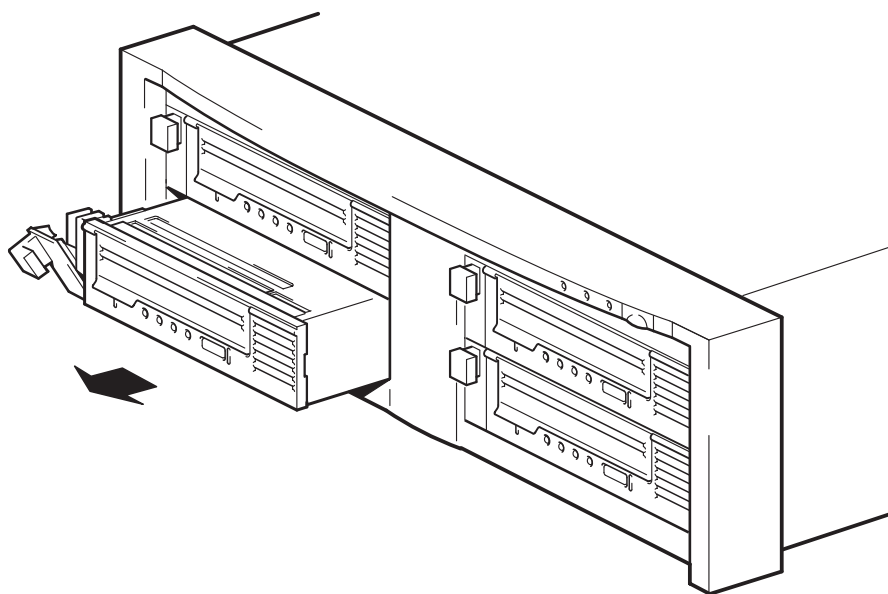

图 9b: 卸下磁带机
- 2 用抽出器拉杆将磁带机从磁带组中稳定地轻轻拉出。（见图 9b。）